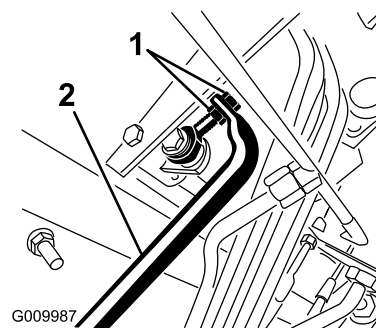

Figura 71
5. Ajuste as porcas de segurança na extremidade da barra da bomba para mover o tubo de controlo da bomba para a frente e eliminar o risco de deslizamentos para a frente, ou para trás para eliminar os deslizamentos para trás (Figura 71).